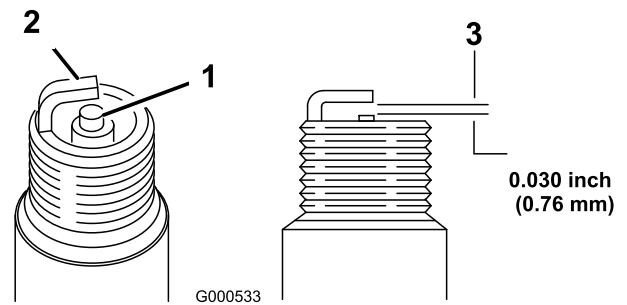

Figura 40
5. Fije el hueco entre los electrodos en 0,76 mm (Figura 40).